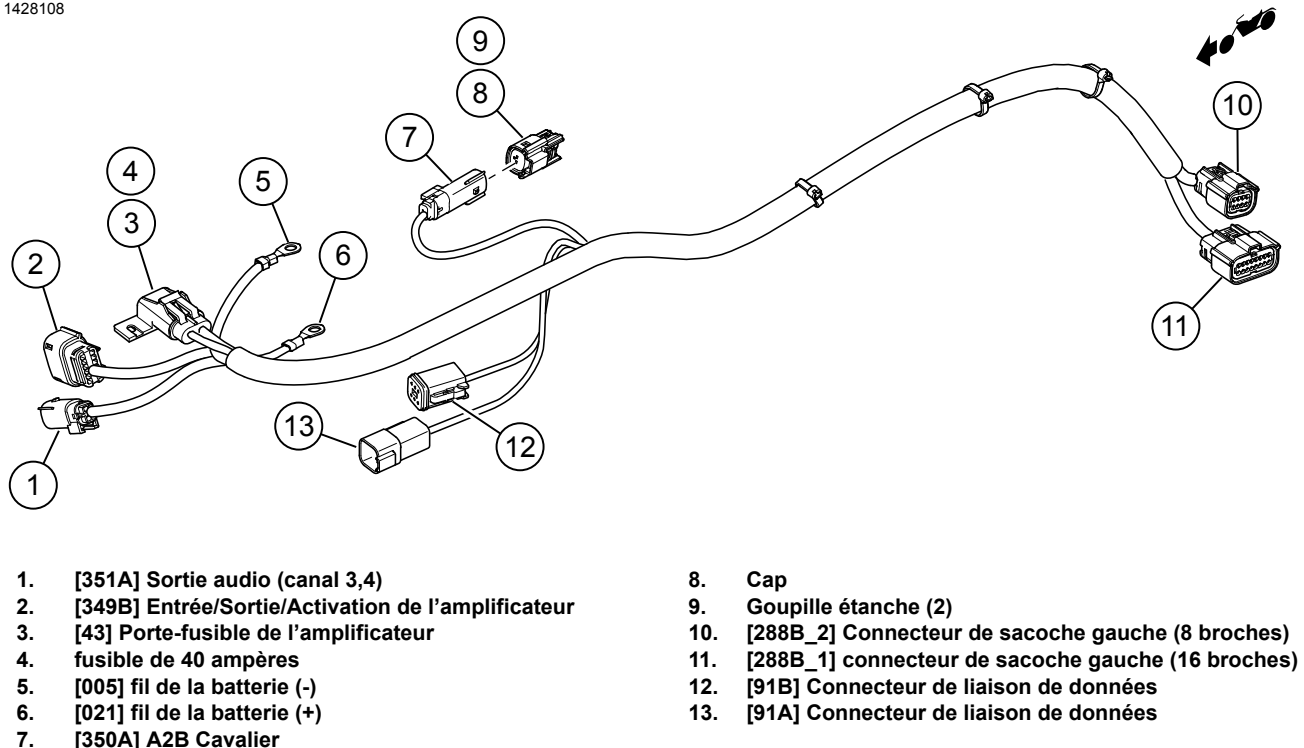

Figure 12. Connecteurs de faisceaux externes (2014-2016)
Voir la Figure 12. Si un amplificateur secondaire n'est PAS installé, insérez des broches de joint (9) dans le bouchon (8) et connectez-vous au connecteur [350A] (7).
Voir la Figure 12. Acheminer les connecteurs de liaison de données (12, 13) vers la zone du boîtier de côté gauche.
13. Voir la Figure 12. Connectez le boîtier de prise gris sur le faisceau de l'amplificateur [91B] (12) au connecteur du véhicule [91A].
14. Placez [91A] (13) du faisceau externe au-dessus de [91B]. Fixez à l'aide d'attaches de câble.
17. Voir la Figure 12. Installez le fusible (4) dans le porte-fusible (3).
5. Branchez le câble négatif de la batterie (2).
6. Branchez le câble positif de la batterie (1).
7. Sécurisez le porte-fusible d'amplificateur (3) avec le sangle de câble.
8. Voir la Figure 12. Installez le fusible (4) dans le porte-fusible (3).